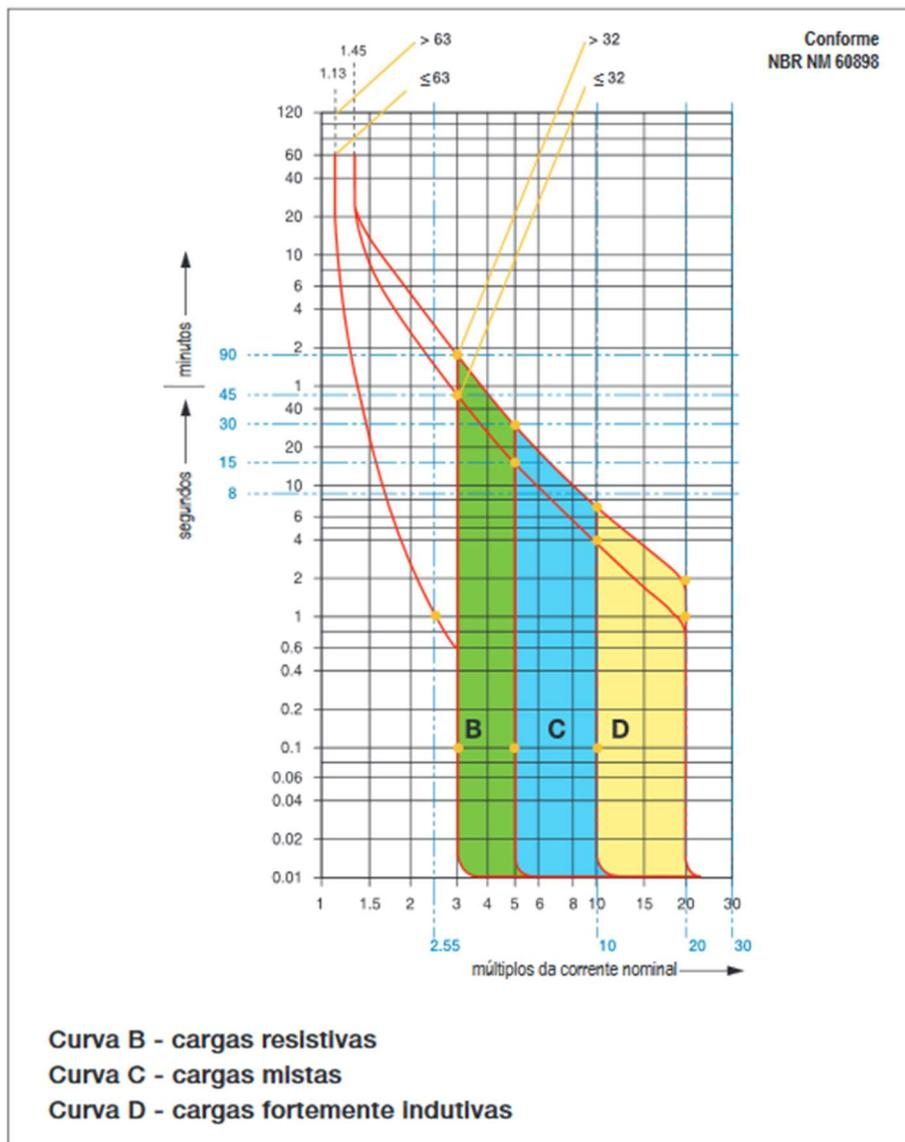

Figura 6 – Curva de atuação dos disjuntores.
- a) Compare a curva de atuação (tempo x corrente) do disjuntor de 10 A obtida experimentalmente com a curva fornecida pelo fabricante (Figura 6). Justifique eventuais discrepâncias.
- b) Na primeira parte do experimento, que consistia em fazer o levantamento das curvas de aquecimento de um condutor de seção $1,5\text{mm}^2$, foi imposta no circuito uma corrente de aproximadamente 15 A. Explique por que o disjuntor de 10 A não foi chaveado durante a execução do experimento, com base na curva de atuação levantada experimentalmente e na curva fornecida pelo fabricante (Figura 6).